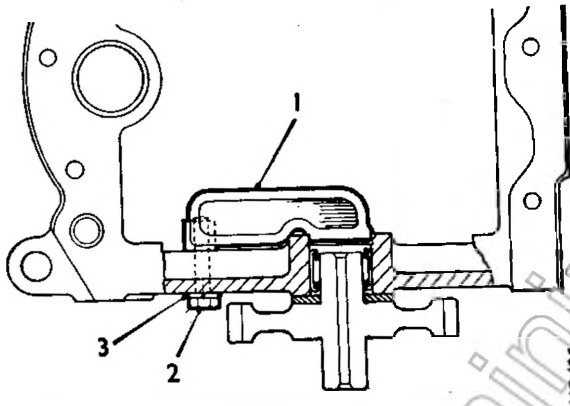

Fig. Fa. 67
5. Cospargere il bicchierino del contenitore con un lieve strato di sigillante Hylomar ed installare il contenitore come illustrato alla Fig. Fa. 67. Può essere necessario installare anche una rosetta piana sotto la pipa di arresto al fine di assicurare il perfetto centraggio del componente nel foro del cuscinetto dell'ingranaggio intermedio. I modelli susseguenti sono dotati di rialto incorporato intorno alla pipa. Lasciare in sede l'anello elastico di ritegno del cuscinetto dell'ingranaggio intermedio e serrare il bullone.